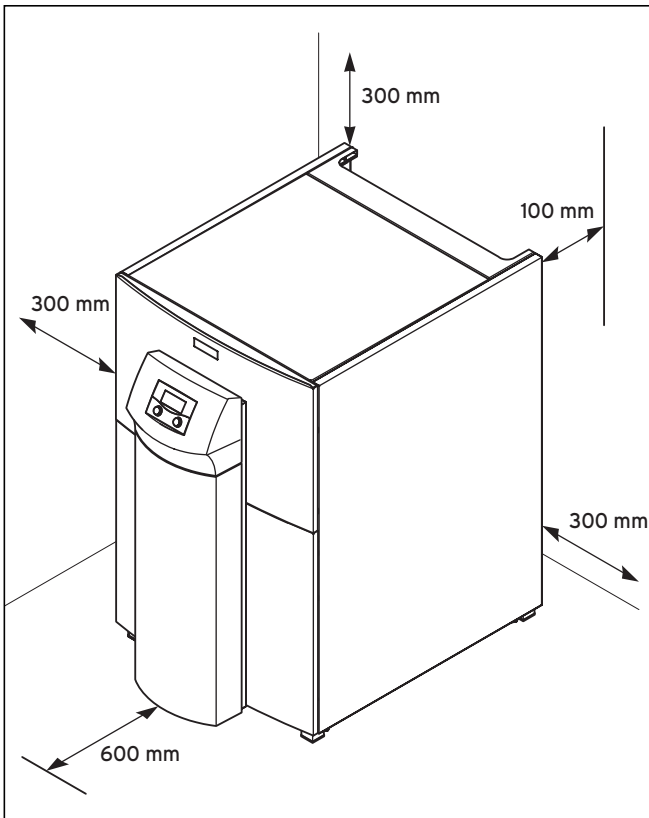
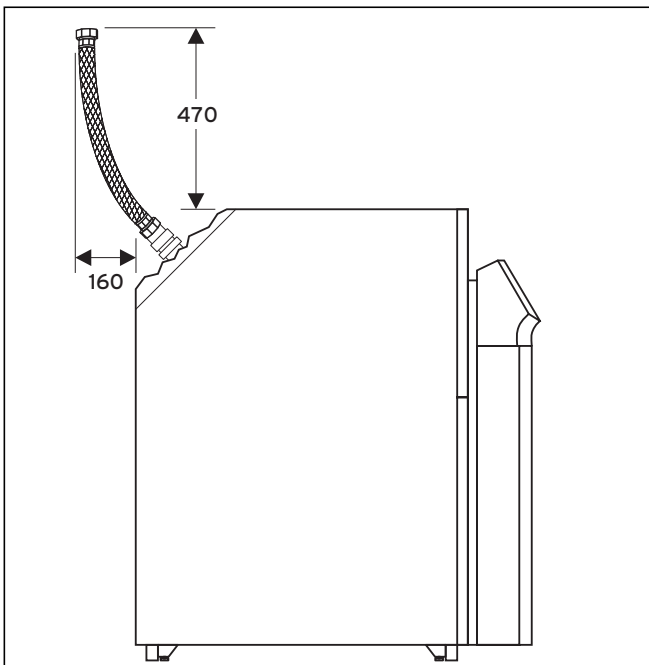

Рис. 4.2 Минимальные расстояния для установки теплового насоса
Рис. 4.3 Расположение гибких шлангов
- ▶ Во время установки теплового насоса учитывайте минимальные расстояния от стенок (→ Рис. 4.2) и (→ Рис. 4.3).
- При выполнении монтажа трубопроводов соблюдайте чертежи с размерами и чертежи с соединениями (→ Рис. 4.1) и (→ Рис. 4.2).